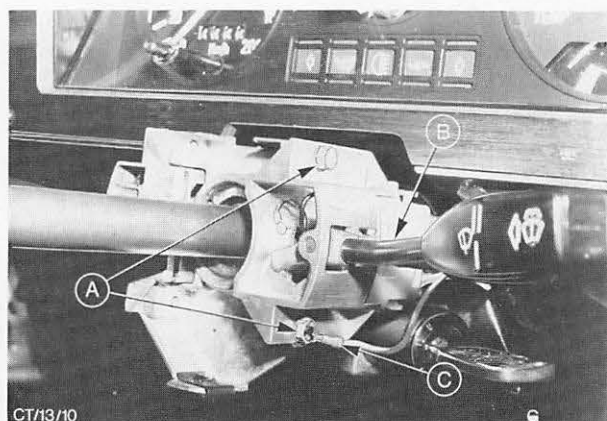

Abb. 70 A = Schalterbefestigungsschrauben
5. Befestigungsschrauben vom Wischer- und Lichtschalter herausdrehen, Abb. 70.